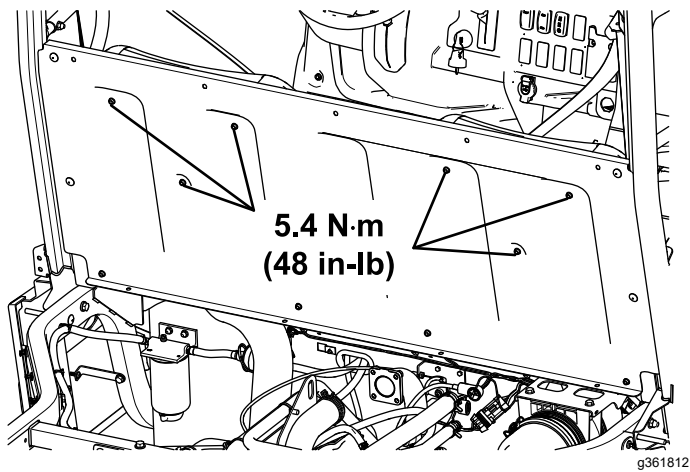

Figura 24
19. Serrate i 6 bulloni a testa esagonale con rondella (1/4" x 3/4") a 5,4 N·m come illustrato nella Figura 24.